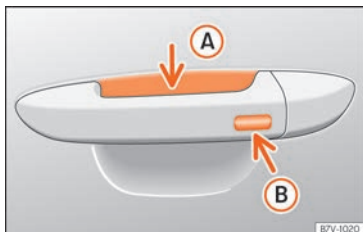

Fig. 150 Poignée de porte : surfaces sensibles.
- Appuyez un doigt pendant quelques secondes sur la surface sensible de verrouillage » » fig. 150 (B) de la poignée de porte jusqu'à ce que le toit ouvrant se ferme. Si vous cessez de toucher la surface sensible, la fonction d'ouverture/fermeture s'interrompt.